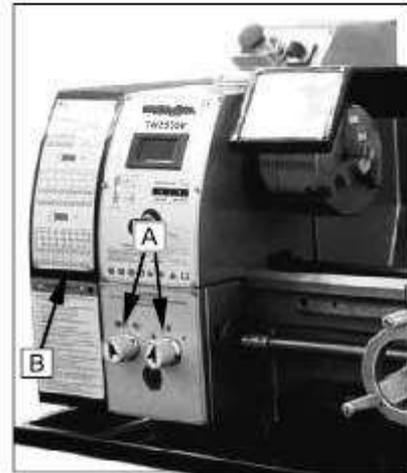

Fig. 22
1. Réglez le bouton sélecteur (A, Fig. 22) pour sélectionner le sens et la vitesse de l'avance.
2. Utilisez le tableau (B, Fig. 22) sur le tour pour sélectionner la vitesse de l'avance ou le pas de filetage. Ajustez la roue amovible si l'avance requise ou le pas de filetage ne peuvent pas être obtenus avec l'engrenage installé.